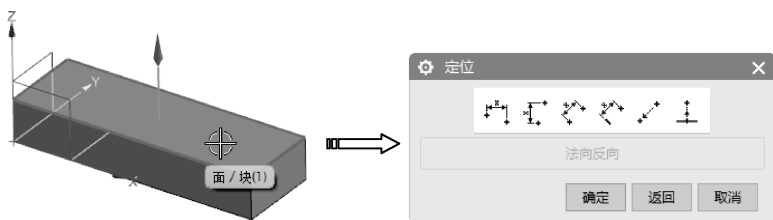

图 6-75 选择 UDF 的放置面
- 17 按信息提示在长方体中选择放置面，单击【应用】按钮，生成凸台特征预览并打开【定位】对话框，如图 6-75 所示。